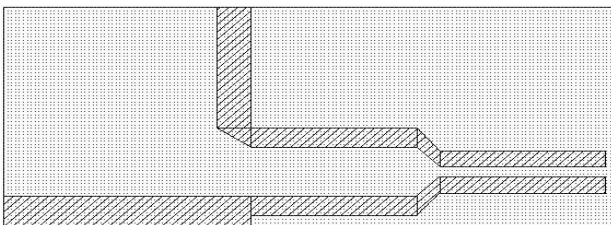

Рис. 5.89
- Щёлкните по значку **Polygon** на панели инструментов. Поместите курсор на левый нижний угол вновь созданного проводника и щёлкните левой кнопкой мышки, переместите курсор на правый нижний угол вновь созданного проводника и щёлкните левой кнопкой мышки, переместите курсор на левый нижний угол верхнего горизонтального проводника и дважды щёлкните левой кнопкой мышки (рис. 5.89).